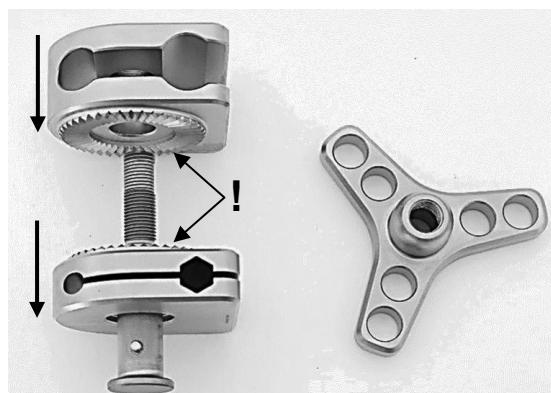

Abb. 10
Wie in Abbildung 10 zu sehen, zuerst das untere Klemmstück (3) und anschließend das obere Klemmstück (2) über die Gewindestange (4) einführen.